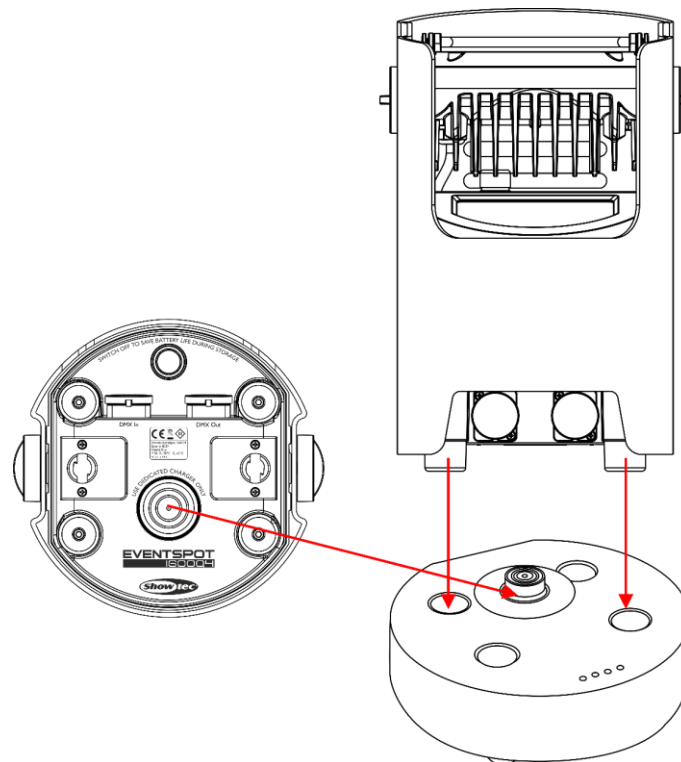

Abb. 04
- 03) Schließen Sie den EventSpot an das Ladegerät an (Abb. 04).
(Abb. 04).